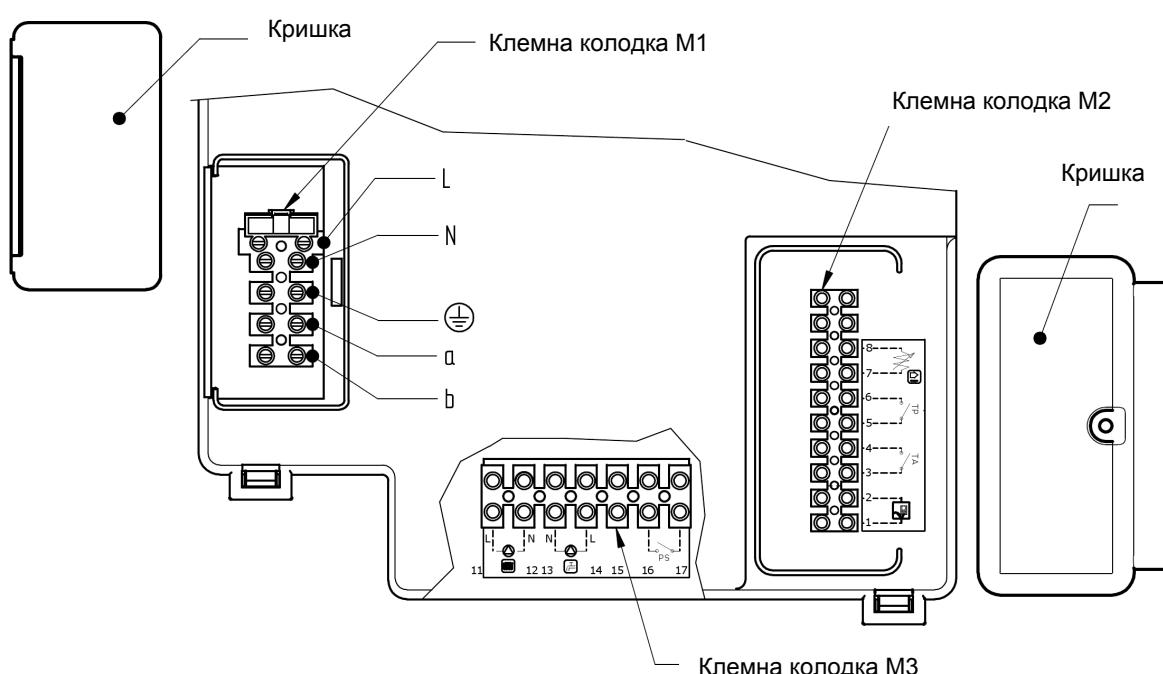

Рис. 8
- В клемну колодку вбудований плавкий запобіжник на 3,15 А (див. рис. 8). Для його перевірки або заміни необхідно вийняти чорний тримач запобіжника.
Щоб отримати доступ до клемних колодок M1 та M2, поверніть панель керування вниз та зніміть дві запобіжні кришки (див. рис. 8).
Кліматичний регулятор фірми SIEMENS моделі QAA73 (замовляється окремо) підключається до клем 1-2 клемної колодки M2 (рис. 8), попередньо необхідно видалити перемичку між клемами 3-4.
Датчик вуличної температури фірми SIEMENS моделі QAC34 (замовляється окремо) підключається до клем 7-8 клемної колодки M2 (див. рис. 8).